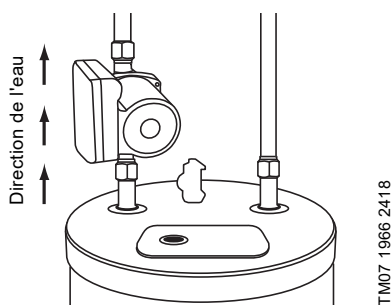

Fig. 2 Installation du circulateur sur la sortie du chauffe-eau
4. Installer le circulateur sur la sortie du chauffe-eau, en utilisant le raccord femelle 3/4 po et le joint fourni sur le circulateur. Vérifier que l'arbre du circulateur est horizontal. Installer le circulateur de manière à ce qu'il pompe depuis le chauffe-eau vers l'habitation. Se référer à la flèche sur le côté du corps du circulateur. S'assurer que le circulateur ne touche pas le conduit d'évacuation (cheminée) du chauffe-eau alimenté au gaz ou au mazout. chauffe-eau. Voir fig. 2.